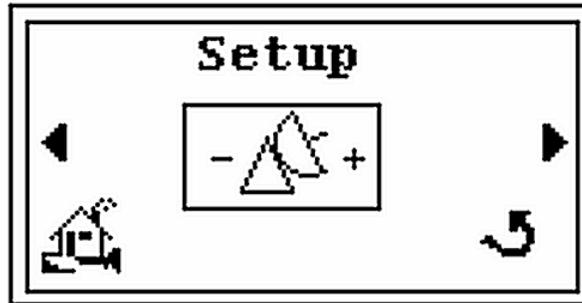

**Figura 2-8** Schermata per l'impostazione della retroilluminazione
3. Premere **Enter** (Invio) per visualizzare la schermata di configurazione mostrata nella Figura 2-8.